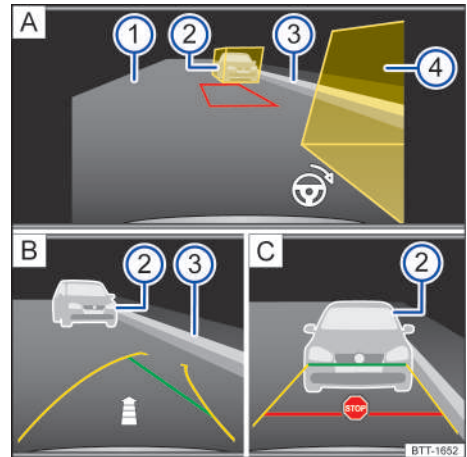

Fig. 178 Sistema de infotainment: aparcar en línea.
- ① Calzada
- ② Obstáculo o caja auxiliar
- ③ Limitación lateral del hueco de aparcamiento
- ④ Obstáculo o caja auxiliar
táculos → fig. 178 [A] ② y ④. La zona situada en medio deberá estar libre de obstáculos.
5. Engrane la marcha atrás. Un marco rojo representa la posición objetivo de su vehículo → fig. 178 [A].
6. Gire el volante hasta que el marco rojo se encuentre entre las cajas auxiliares y se vuelva verde → fig. 178 [A]. Durante la marcha atrás, mantenga el volante en esta posición.
7. Retroceda lentamente hasta que se muestre la señal de STOP  o hasta que la línea verde coincida con la delimitación lateral del hueco de aparcamiento → fig. 178 [C]. Una flecha → fig. 178 [B] indica, en base al número de segmentos mostrados, el tramo que aún queda por recorrer.